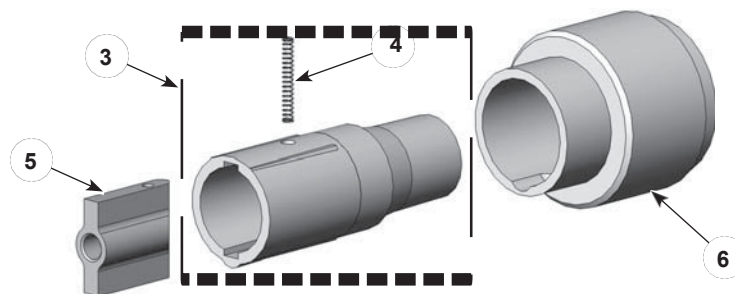

Figura 8-3 Conjunto de soporte del electrodo SD
C. Consulte la figura 8-3 y la lista de piezas para obtener las piezas de repuesto del kit opcional de soporte del electrodo SD.
Véase la figura 8-3.